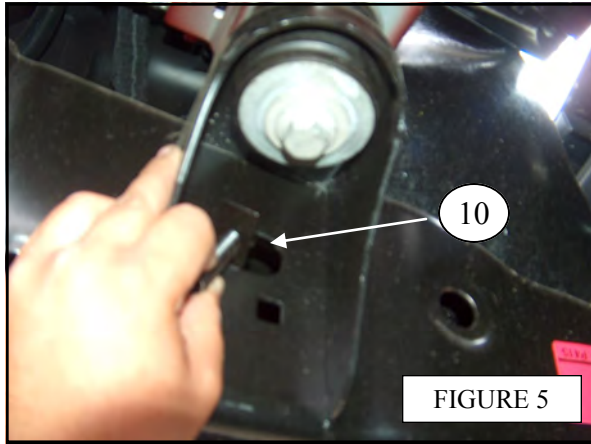

FIGURE 5
6. Insert one M12 X 50MM Stud plate into the slot located at the outer surface on each driver and passenger side frame rail; below the most forward body mount. (FIGURE 5)
6. Insérer une M12 X 50MM plaque à goujon dans la fente située à la surface extérieure de chaque longeron côté conducteur et passager, au-dessous du support de carrosserie le plus en avant. (FIGURE 5)